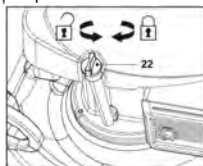

Fig. 8
1. Desfaceți și îndepărtați capacul rezervorului de ulei (22) (Fig. 8).